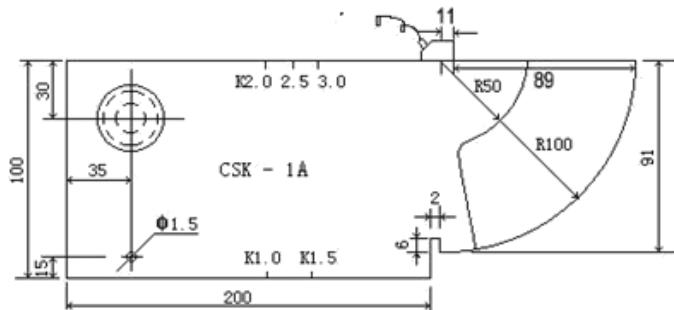

图 4-4
- 3、校准探头前沿：将探头放在试块上并移动，使得 R100mm 的圆弧面的反射体回波达到最高，用直尺量出探头前端面 89mm，此时探头的前沿值为 100-89=11mm。如图4-4所示，之后按  键进入